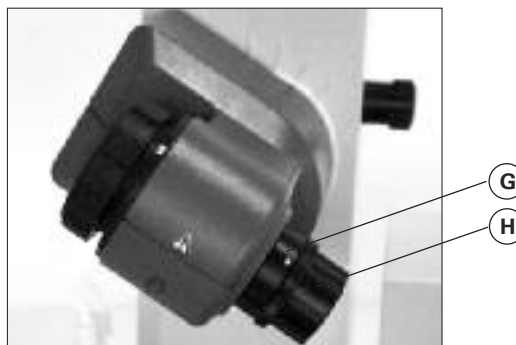

Fig. 9
- ☞ Öffnen Sie die Arretierung des Dampfdurchführungsrohres (G) durch Drehung um 60° gegen den Uhrzeigersinn (Fig. 9).
Die Kunststoffmutter (H) dient als Abdrückhilfe für festsitzende Kolbenschliffverbindungen (Fig. 9).
- ☞ Halten Sie die Arretierung und lösen Sie die Kunststoffmutter (H)
- ☞ Halten Sie hierzu den festsitzenden Verdampferkolben und drehen Sie die Kunststoffmutter (H) bis zum Verdampferkolbenhals.
*Hinweis:* Ziehen Sie vor Inbetriebnahme die Kunststoffmutter (H) linksbündig handfest an. Dabei halten Sie die Arretierung (G) des Dampfdurchführungsrohres fest.